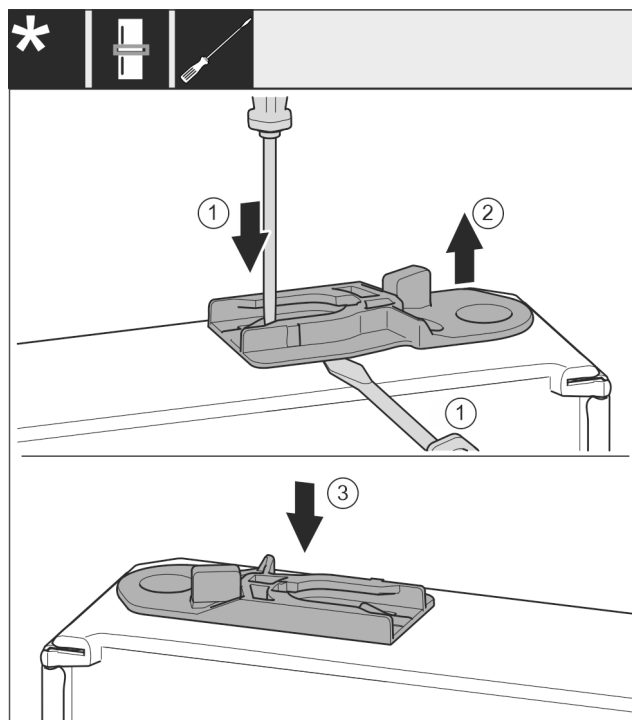

Fig. 38 \*
- ▶ Изваждане на направляващата втулка: С плоска отвертка натиснете езичето и едновременно с това вкарайте плоска отвертка под направляващата втулка. Fig. 38 (1, 2)\*
- ▶ Вкарайте приложената към доставката направляваща втулка от другата страна на корпуса. Fig. 38 (3)\*